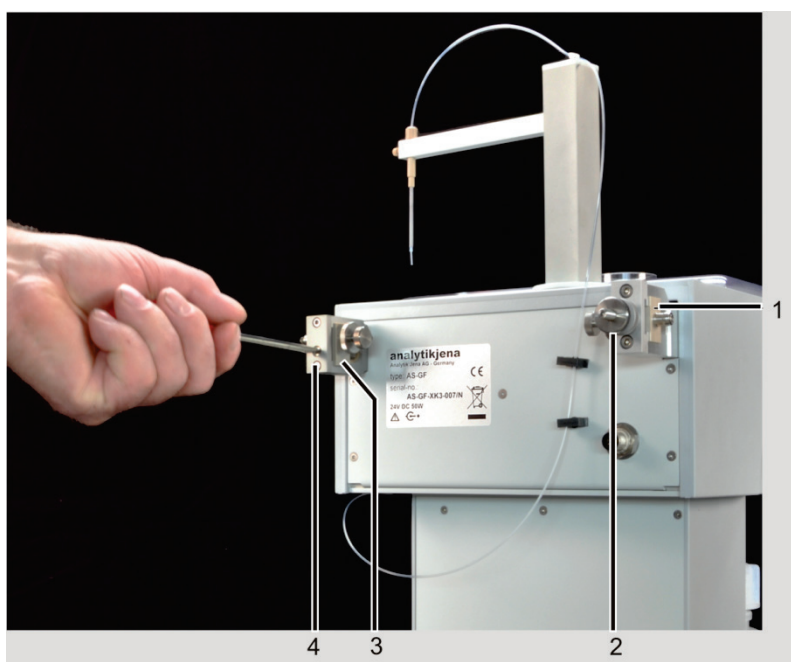

Fig. 45 AS-GF con tornillos para la alineación del horno
8. Si es necesario, alinear el AS-GF con el horno (ajuste aproximado): girar el brazo del automuestreador manualmente sobre el orificio de dosificación en el tubo de grafito. Si la manguera de dosificación no coincide con el orificio, desplazar la suspensión del automuestreador hacia delante/hacia detrás (dirección Y). Para ello, retirar el automuestreador del compartimento de muestras. Desplazar la suspensión izquierda y derecha con ayuda del tornillo de ajuste 1 y el tornillo de regulación (2, 4 en Fig. 45). Utilizar un destornillador para el ajuste del tornillo de ajuste. Volver a colgar el automuestreador y comprobar el ajuste aproximado. Repetir el procedimiento, si es necesario.